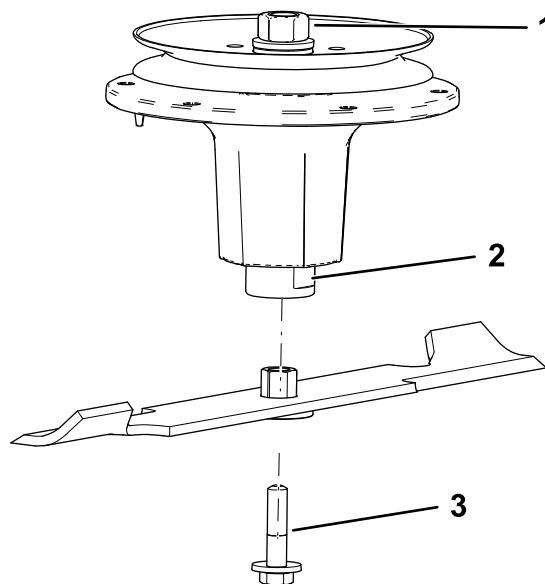

**Figura 78**
- Instale el buje a través de la cuchilla con la brida del buje en el lado inferior (lado del césped) de la cuchilla (Figura 78).